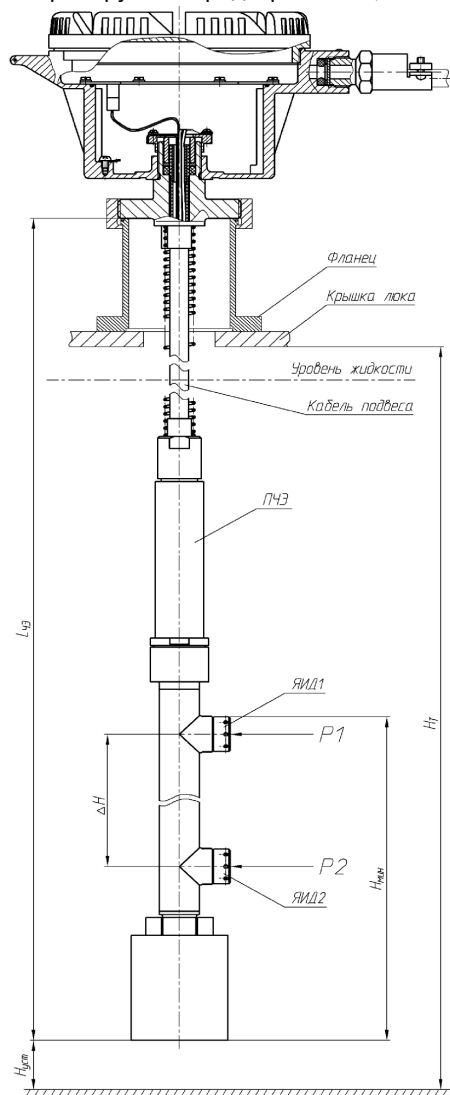

Рисунок 1 – Схема определения длины ЧЗ и высоты установки плотномера
2.1 Длина чувствительного элемента (далее “ЧЭ”) плотномера Lчэ (см. рисунок 1) от 1500 до 25000 мм.
Минимальный уровень контролируемой среды относительно нижнего конца плотномера Нмин (см. рисунок 1) – 640 мм.
2	t – температура (на уровне верхней ЯИД, см. рисунок 1, 16-разрядный цифровой код)